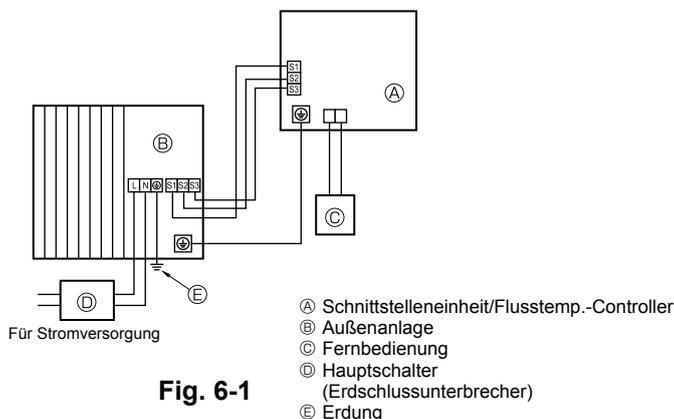
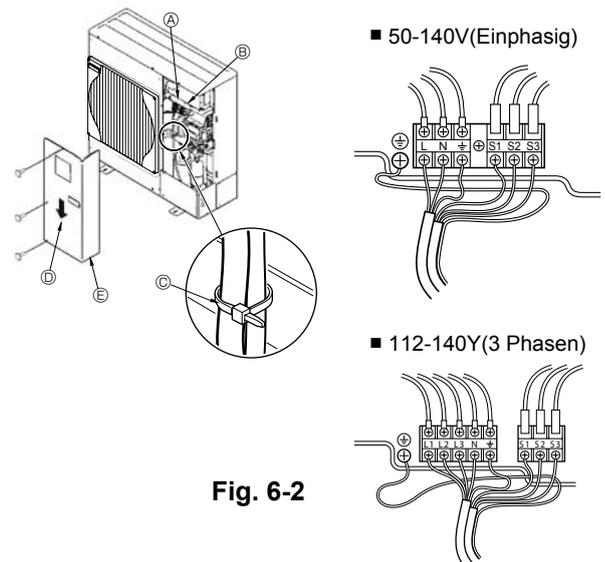

Fig. 6-1
Fig. 6-2
6.1. Außenanlage (Fig. 6-1, Fig. 6-2)
- 2 Die Kabel gemäß der Fig. 6-1 und der Fig. 6-2 verdrahten.